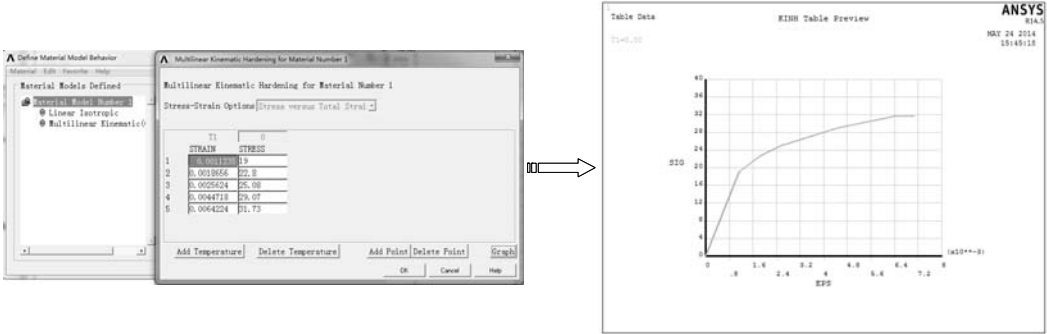

图 9-47 图形显示应变/应力
8) 选择“Main Menu> Preprocessor> Material Props> Material Models”命令，弹出“Define Material Model Behavior”对话框，双击左侧的“Material Model Number 1>Multilinear Kinematic (General)”，弹出“Multilinear Kinematic Hardening for Material Number 1”对话框，显示应变/应力数据，单击“Graph”按钮，绘制应变/应力图，如图 9-47 所示。